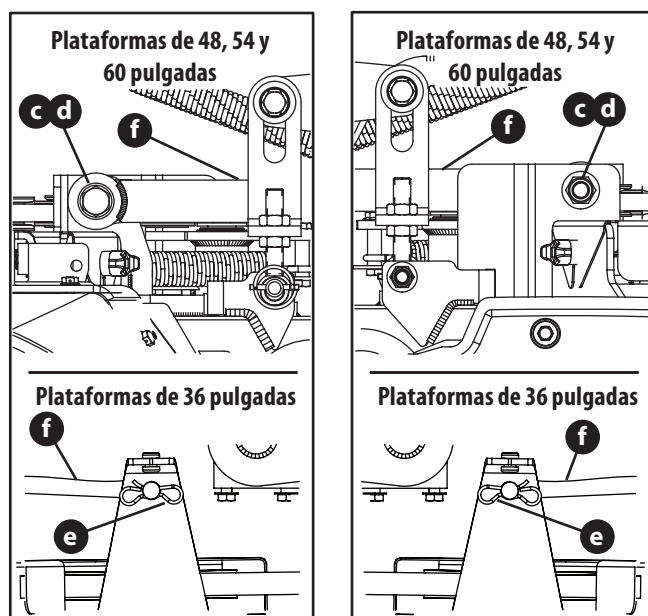

Fig. 37
- Retire los tornillos hexagonales (c) y las tuercas de seguridad bridadas (d) (plataformas de 48, 54 y 60 pulgadas) o las abrazaderas (e) (plataformas de 36 pulgadas) que sujetan las varillas de control de la plataforma delantera (f) a la plataforma (Fig. 37).